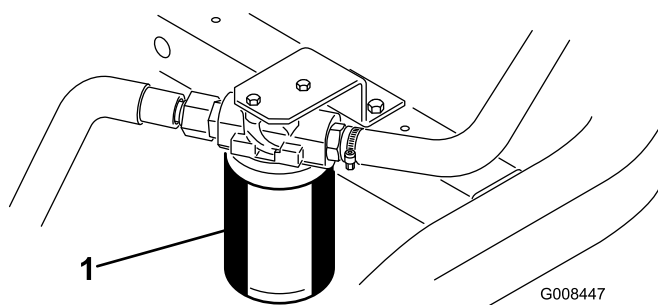

図 57
1. フィルタ容器の周辺をウェスできれいにぬぐう（図 57）。フィルタの下に廃油受けを置いてフィルタを外す。